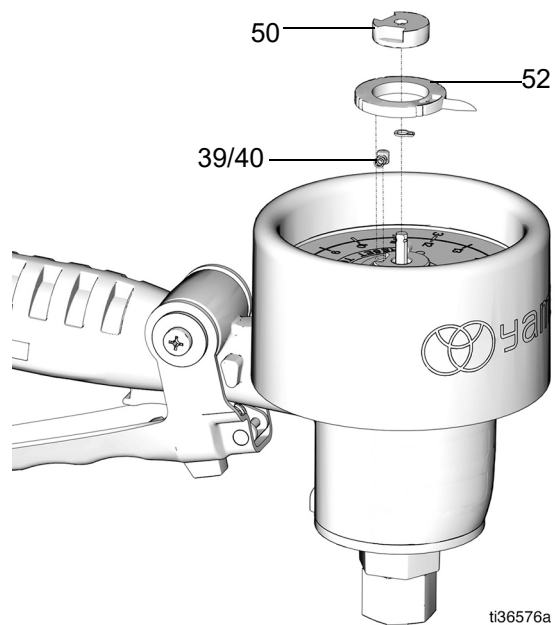

図 10
4. 六角レンチを使用してプラグセットネジ (33) を取り外します。プラグ (50) を取り外し、次にピン (40)、スプリング (39) および下部ポインター (52) を取り外します (図 10)。